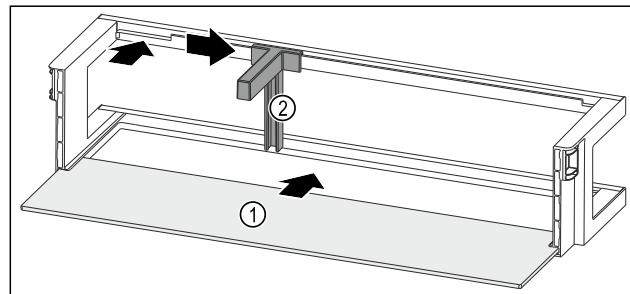

Fig. 121 Türabsteller mit Abstellfläche
- Abstellfläche Fig. 121 (1) in die seitlichen Einsparungen einschieben.
- Flaschenhalter Fig. 121 (2) in die Aussparung einsetzen.
- Flaschenhalter Fig. 121 (2) in gewünschte Position zur Seite schieben.